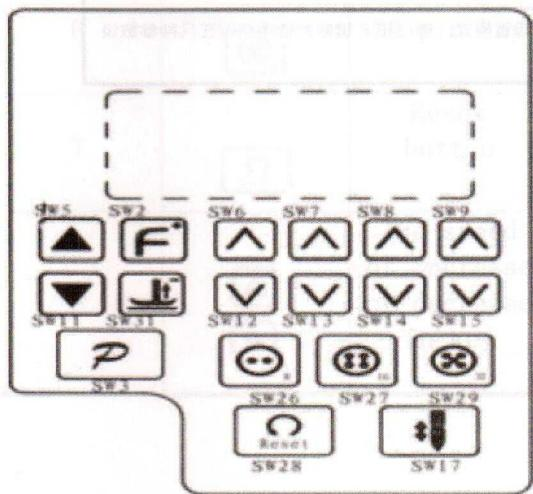

图2-1 H-12 操作面板外观界面
2.1 操作面板的显示说明：参见图 2-1 所示操作面板显示说明。